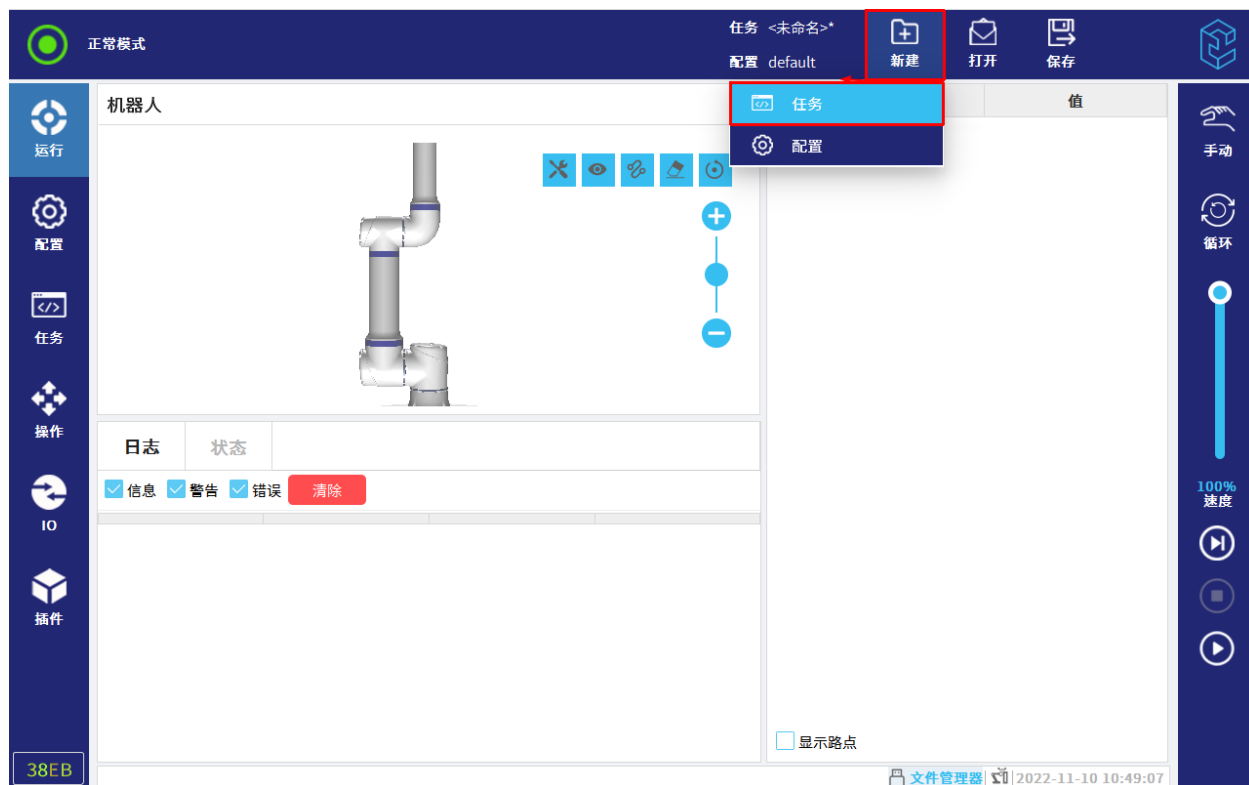

图 8-4 新建任务
1. 在任务和配置管理器中，点击“新建”，然后选择“任务”，如图 8-4 所示。